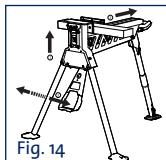

Fig. 14
3. Faites glisser la mâchoire de serrage arrière. Voir fig. 14.